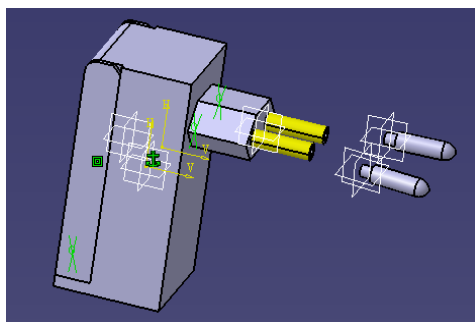

图 5-12
(1) 装配部件和 Part 4。选用  功能, 在适当的位置上调整好 Part 4 (见图 5-12)。